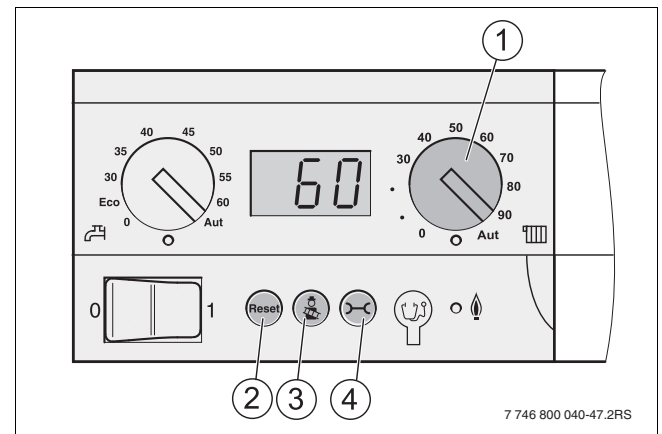

Fig. 64 Unitatea de comandă a controlerului de bază
- ▶ Cu ajutorul butonului rotativ pentru temperatura maximă a apei din cazan (\rightarrow fig. 64, [1]) setări temperatura limită superioară a apei din cazan pentru regimul de încălzire (\rightarrow tab. 11).
Reglarea la nivelul unității de comandă nu se poate realiza prin intermediul meniului, ci trebuie utilizat butonul rotativ „Temperatura maximă a apei din cazan” (→ fig. 64, [1]).